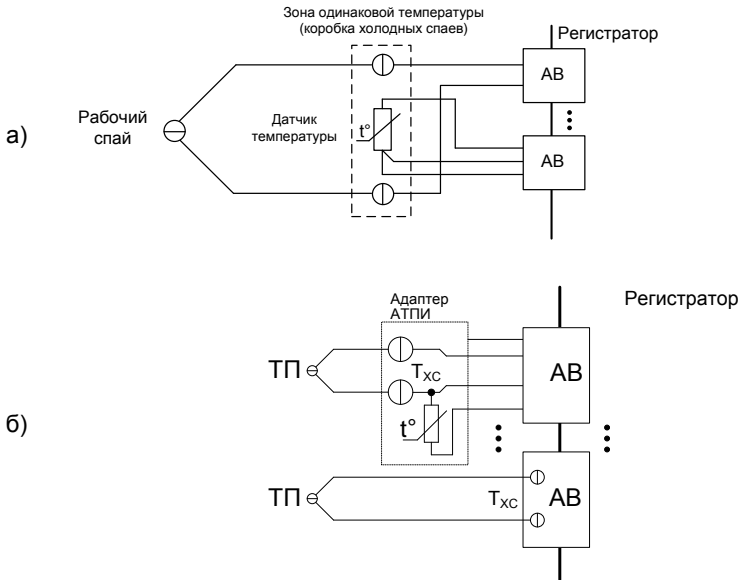

Рисунок 2.13 Компенсация холодного спаив внешнего датчиком
- АВ1–АВ12, МВ1, МВ2 – измерение температуры холодного спая одним из каналов регистратора. Для этого следует сконфигурировать соответствующее количество каналов регистратора для измерения ТП и один канал для измерения температуры холодного спая (чаще всего – ТС). Затем, у всех каналов ТП указать в качестве параметра "Изм-е Тхс" канал, измеряющий ТС. При использовании для компенсации Тхс адаптера АТПИ (рисунок 2.13 б) следует указать номер того канала, к которому он подключен.